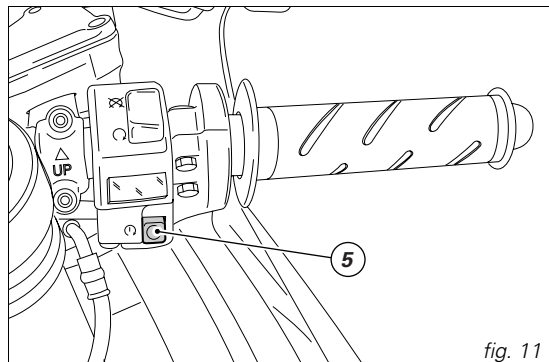

fig. 11
Durante la marcia del veicolo premere il pulsante (5, fig. 11) di avviamento motore per avviare il cronometro di bordo.
- 1) se il codice viene riconosciuto, la spia CODE (12, fig. 5), posta sul quadro strumenti, emette un breve lampeggio; il sistema di protezione ha riconosciuto il codice della chiave e disattiva il blocco motore. Premendo il pulsante START (5, fig. 11), il motore si avvia;